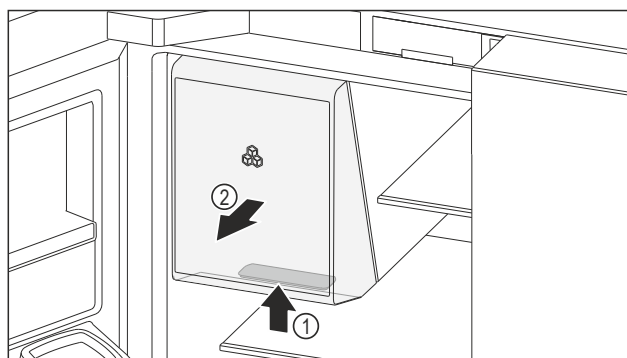

Fig. 157 Entnahme Eislagerfach
- ▶ Griffmulde Fig. 157 (1) am Eislagerfach unten greifen und Eislagerfach gleichzeitig nach vorne herausziehen Fig. 157 (2).